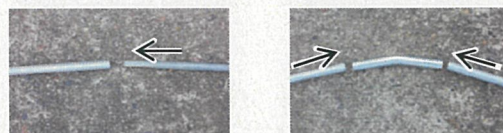

図4 スエッジ(左)と外ジョイント(右)
- ②単棟ハウスにします(連棟ハウスの谷部の雪が落ちない)。
- ③棟部の接合方式は、スエッジ加工方式に比べて、外ジョイント方式の方が高い強度が得られます(図4)。
- ④アーチパイプ径が25.4mm以下の場合、間口の広さは6m未満にします。